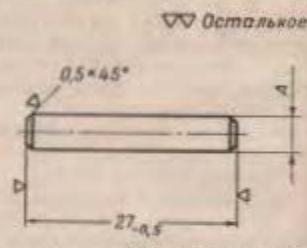

Рис. 44. Штифт бойка
(II) Если, заменив штифт, неисправность не устраняется, изготовить штифт бойка за рис. 44 с размером А диаметром $4,1^{+0,06}_{-0,04}$ мм или $4,2^{+0,06}_{-0,04}$ мм, развернуть отверстие в затворе совместно с бойком соответственно на диаметр $4,1^{+0,04}_{-0,02}$ мм или $4,2^{+0,04}_{-0,02}$ мм и поставить штифт.